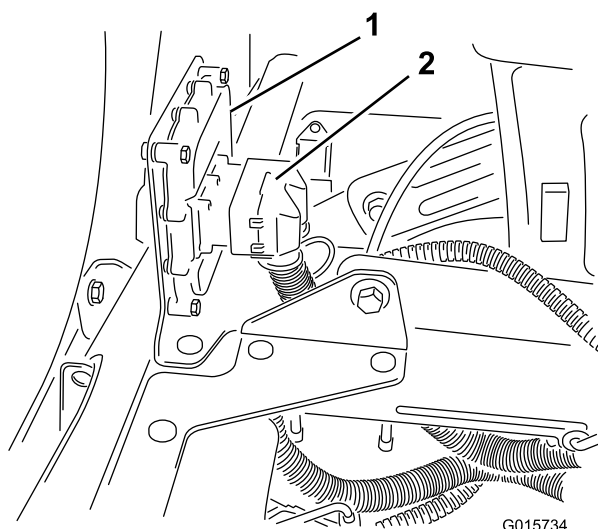

Рисунок 16
1. Подключите соединитель, расположенный на жгуте проводов, к электронному регулятору и закрепите его с помощью шестигранного ключа (Рисунок 16).